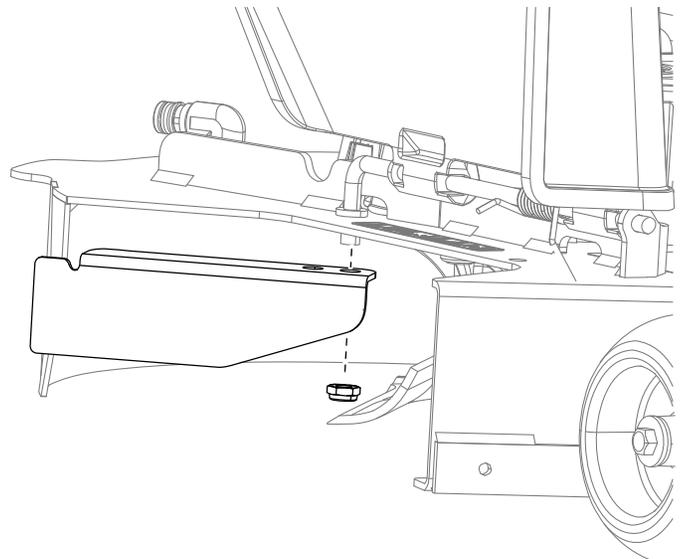

Figure 18
1. Sur les plateaux de 127 cm, déposez le déflecteur existant de la machine (Figure 18).